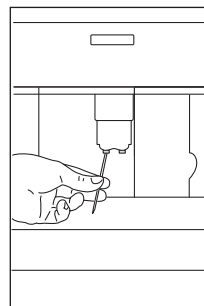

Fig. 34
- ▶ Verificați regulat ca orificiile din duza de cafea să nu fie blocate. Dacă este necesar, îndepărtați depunerile de cafea cu o scobitoare (Fig. 34).